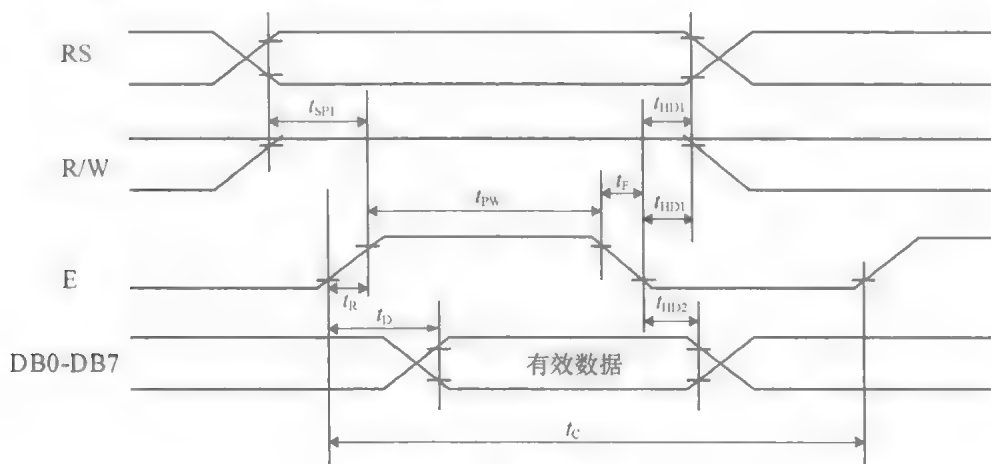
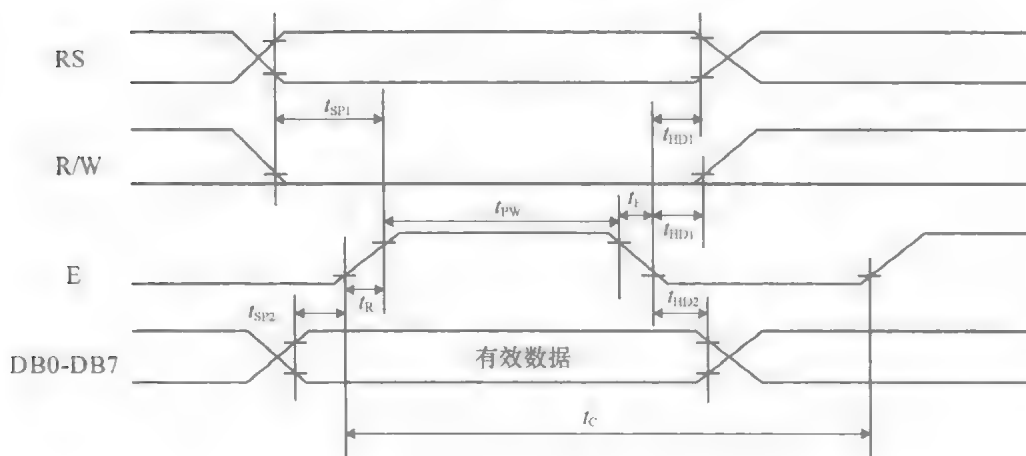

图 10.7 读操作时序
图 10.8 写操作时序
(2) 读写操作时序, 如图 10.7 和图 10.8 所示。